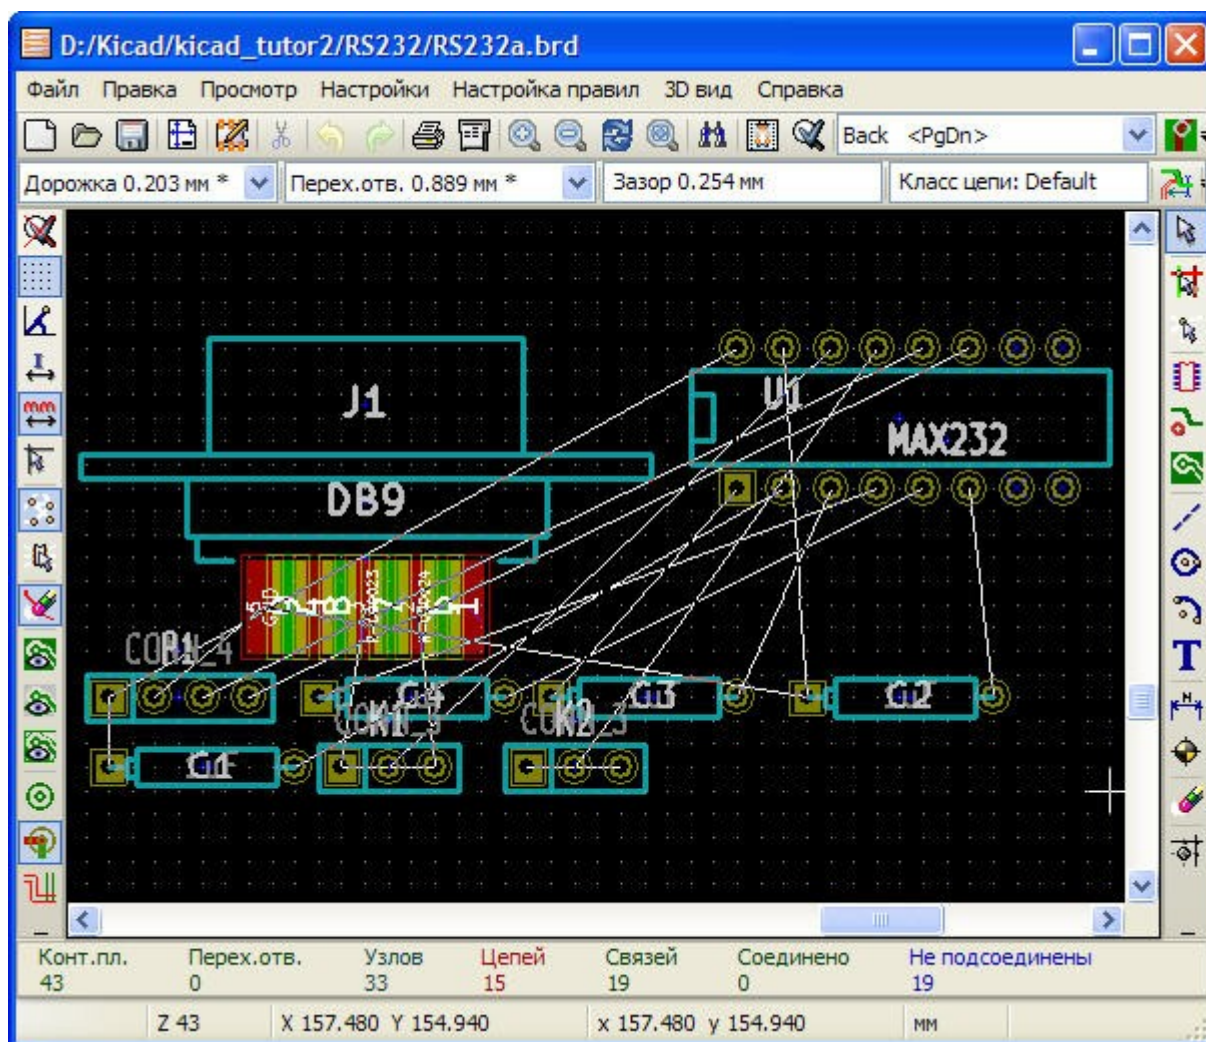

Рисунок 15
**Все связи.** Вдобавок к анимационному модулю **Воздушные соединения**, Pcbnew может показывать **Все связи**, показывающие все неразведенные цепи на целом чертеже (Рисунок 15). Это полезно для просмотра “горячих пятен” на плате – областей, где пересекается много цепей. На более поздних стадиях процесса